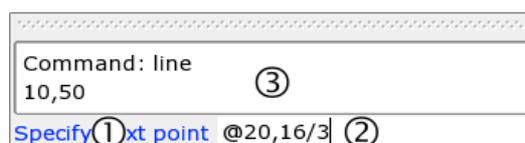

Abbildung 10: Die Kommandozeile von QCad.
Abbildung 10 zeigt die Kommandozeile von QCad. Sie besteht aus der Eingabeaufforderung (1), dem Eingabefeld (2) und dem Ausgabebereich welcher die vorherigen Eingaben auflistet und Fehlermeldungen oder Warnungen anzeigt.